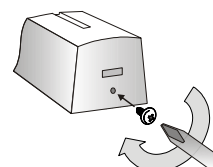

Abb. 2
- Der Schnappverschluss kann mit der mitgelieferten Schraube fixiert werden (siehe Abb. 2).